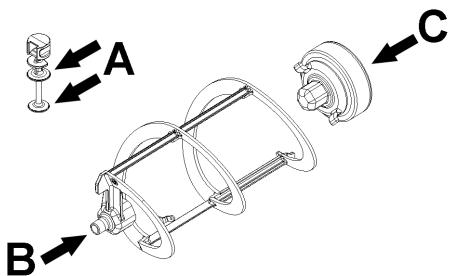
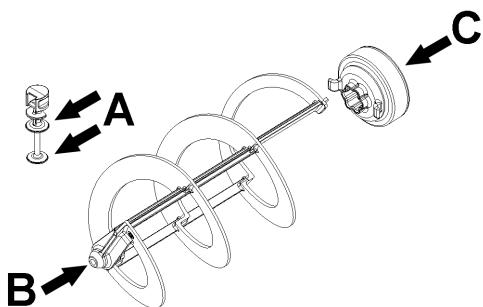

Bild 9
Bild 10
- 2 Den Kolben des Zapfhahns, den Sechskantanschluss und den Rührarm an den in (Bild 9) (B-Frozen 6) o (Bild 10) (B-Frozen 10) gezeigten Punkten schmieren, dabei ausschließlich das dem Gerät mitgelieferte Schmierfett oder andere Fette verwenden, die den Vorschriften der Nahrungsmittelindustrie